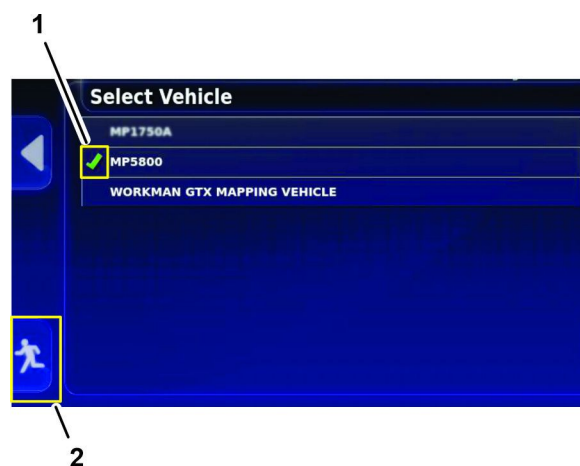

Figura 204
Nota: La consola de control se reinicia y se muestra el vehículo de fumigación seleccionado (Figura 204).
4. Pulse el icono SALIR DE CONFIGURACIÓN (Figura 204).